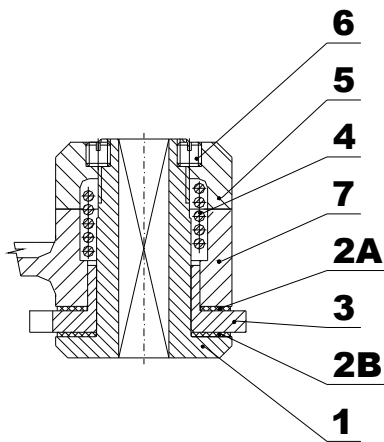

Abb.4
11.2.1 Demontage der Bremse (Abb. 4)
11.2.2 Montage und Bremseneinstellung (Abb. 4 und 5)